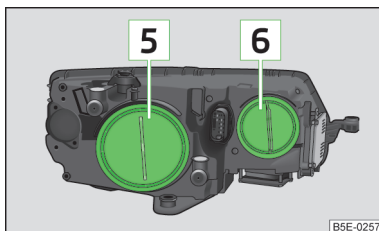

Fig. 221
- Estrarre la copertura in gomma  » fig. 221 a pagina 269.